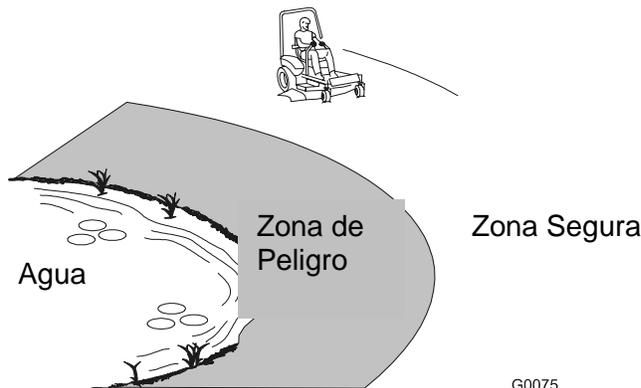

Figura 1
- Use un cortacésped pequeño y/o un podador manual cerca de curvas, cunetas, banquinas o agua. Esta área puede ser peligrosa. Vea figura 1.